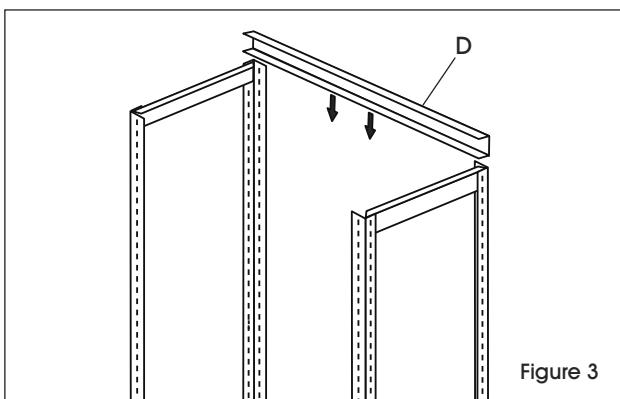

Figure 3
- Reliez le haut des deux ensembles de montants verticaux en insérant un support avant/arrière de bride double (D). (Voir Figure 3)